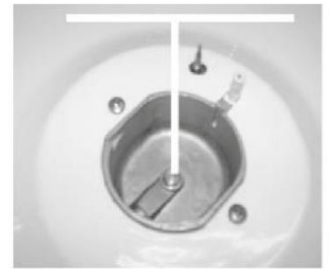

Figura 2
- Introduceți cheia hexagonală (7 mm) în suportul arzătorului (Figura 2)